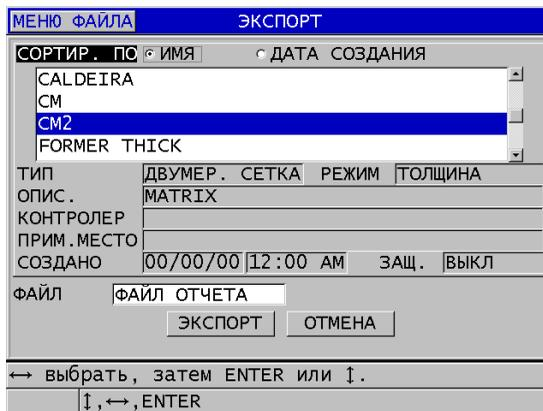

Рис. 14-5 Окно ЭКСПОРТ
5. В окне **ЭКСПОРТ** (см. Рис. 14-5 на стр. 279):